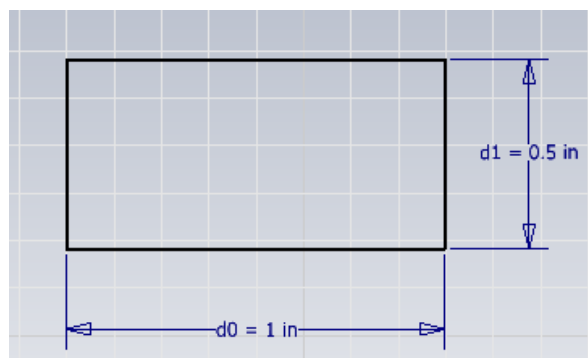

Figura 3.10 Generación de un rectángulo por medio de 2 puntos.
- Desplace el cursor y determine la segunda esquina, figura 3.10